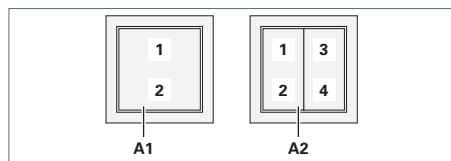

Fig. 16: Exemple : Émetteur mural radio Bluetooth.
- Appuyez brièvement sur la touche d'un canal occupé de l'émetteur radio, voir Fig. 16.
- Appuyez sur la touche d'un canal attribué de l'émetteur radio et maintenez la touche enfoncée, voir Fig. 16.